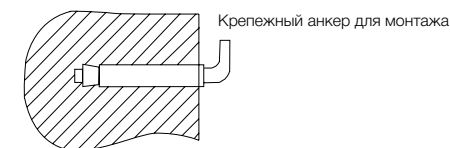

Рис. 4
2. После выбора места монтажа определите места под два крепежных болта с крючками (в зависимости от спецификаций выбранного изделия). Прорежьте в стене два отверстия необходимой глубины с помощью сверла размером, соответствующим размеру крепежных болтов, вставьте винты, поверните крюк вверх, плотно затяните гайки, а затем установите на него электрический водонагреватель (см. рис. 4).